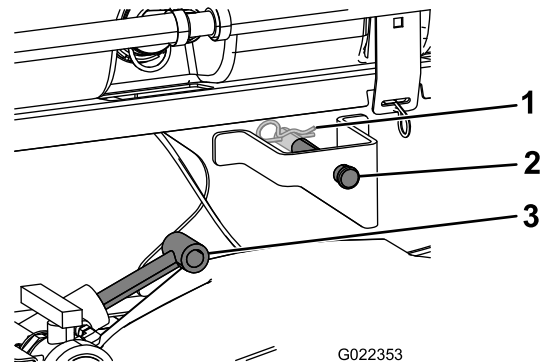

Figura 9
- Extienda los cilindros de elevación hasta los soportes del patín del depósito y alinee los conectores del cilindro con los orificios de los soportes del patín del depósito (Figura 9).